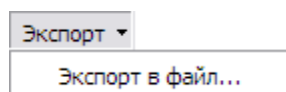

Рис. 22.40
2. Нажмите на кнопку **Экспорт**, это приведет к появлению выпадающего меню (Рис. 22.40).